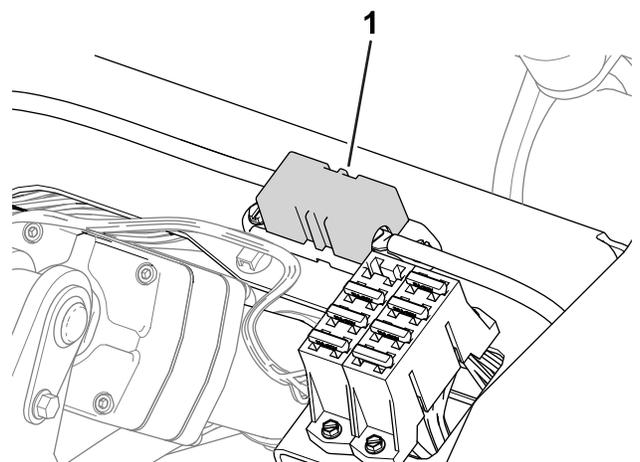

Bild 44
- Die Sicherungen für den rechten Radmotor (60 A) befinden sich unter dem Sitz (Bild 44).